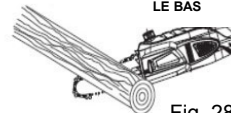

Fig. 28
**TRONÇONNAGE PAR LE HAUT** – Commencez par le dessus du billot avec le bas de la chaîne contre celui-ci; exercez une légère pression vers le bas. Notez que la tronçonneuse aura tendance à tirer. (Fig. 28)
**TRONÇONNAGE PAR LE BAS** – Commencez par le dessous du billot avec le haut de la chaîne contre celui-ci; exercez une légère pression vers le haut. Lors du tronçonnage par le bas, la tronçonneuse aura tendance à pousser. Soyez prêt pour cette réaction et tenez fermement la tronçonneuse pour en conserver le contrôle. (Fig. 28)